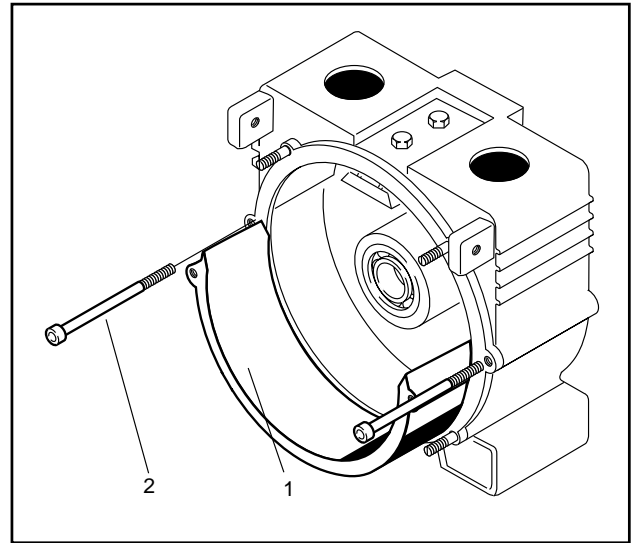

Abb. 14 1 Widerlager
2. Beide Widerlagerschrauben (Teile-Nr.1020, Abb. 8) herausdrehen und das Widerlager aus dem Gehäuse heben (Abb. 14).